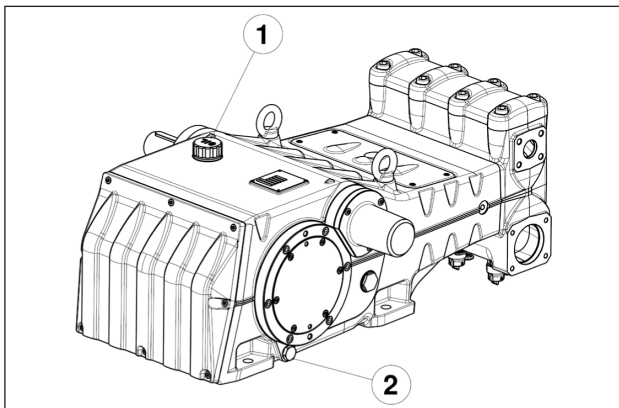

图 1
排油时必须拆除加油口盖（位置①，图 1），接着拆除排油塞（位置②，图 1）。